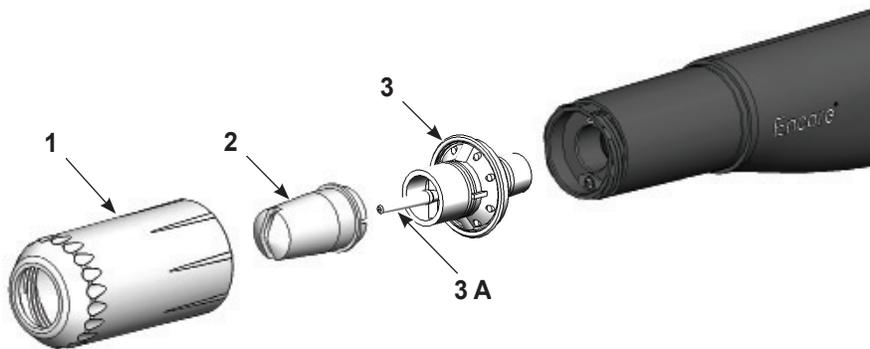

Abbildung 4-1 Flachsprühdüse ausbauen und installieren
1. Siehe Abbildung 4-1. Düsenmutter (1) gegen den Uhrzeigersinn losschrauben.
2. Die Flachsprühdüse (2) von der Elektrodenbaugruppe (3) abziehen.